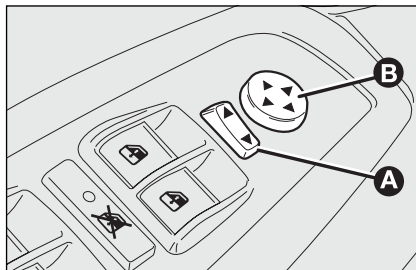

fig. 35
- met de schakelaar **A-fig. 35** kiest u welke spiegel u wilt verstellen (links of rechts);